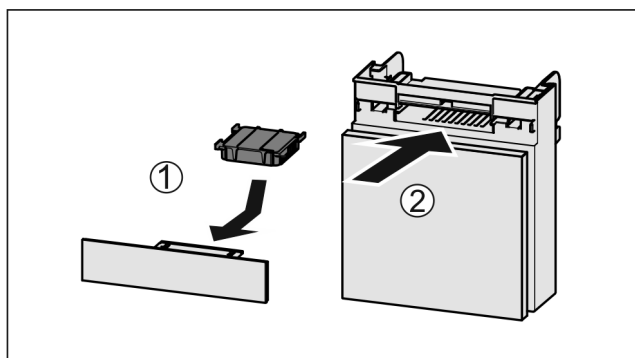

Fig. 109
- ▶ Aktivni ogljeni filter vstavite Fig. 109 (1) skladno s prikazom na sliki.
- ▶ Predal potisnite noter Fig. 109 (2).